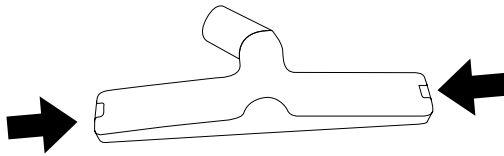

Fig. 11 – Trabas laterales para instalación de los accesorios
- Para instalar estos accesorios (para sólidos o líquidos) basta presionar las trabas laterales, según muestra la Fig. 11;